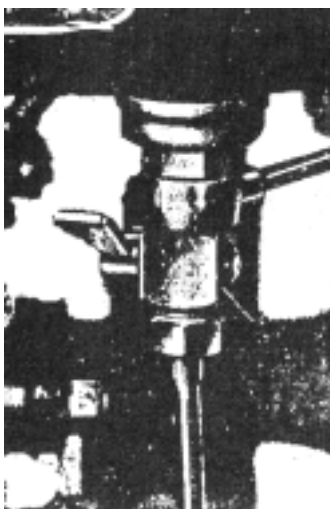

Abb. 6 – Hahn geöffnet
3. Kraftstoffhahn (Abb. 6) öffnen. Bei kalter Maschine auf den kleinen Stift am Schwimmergehäuse des Vergasers drücken, bis der Kraftstoff durch das Luftloch leicht überläuft.